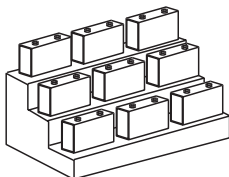

Fig. N21 : Batteries en gradins
- en gradins (cf. **Fig. N21**), ce mode convient pour tout type de batterie, en particulier pour les batteries ouvertes, car il facilite la vérification des niveaux et le remplissage,